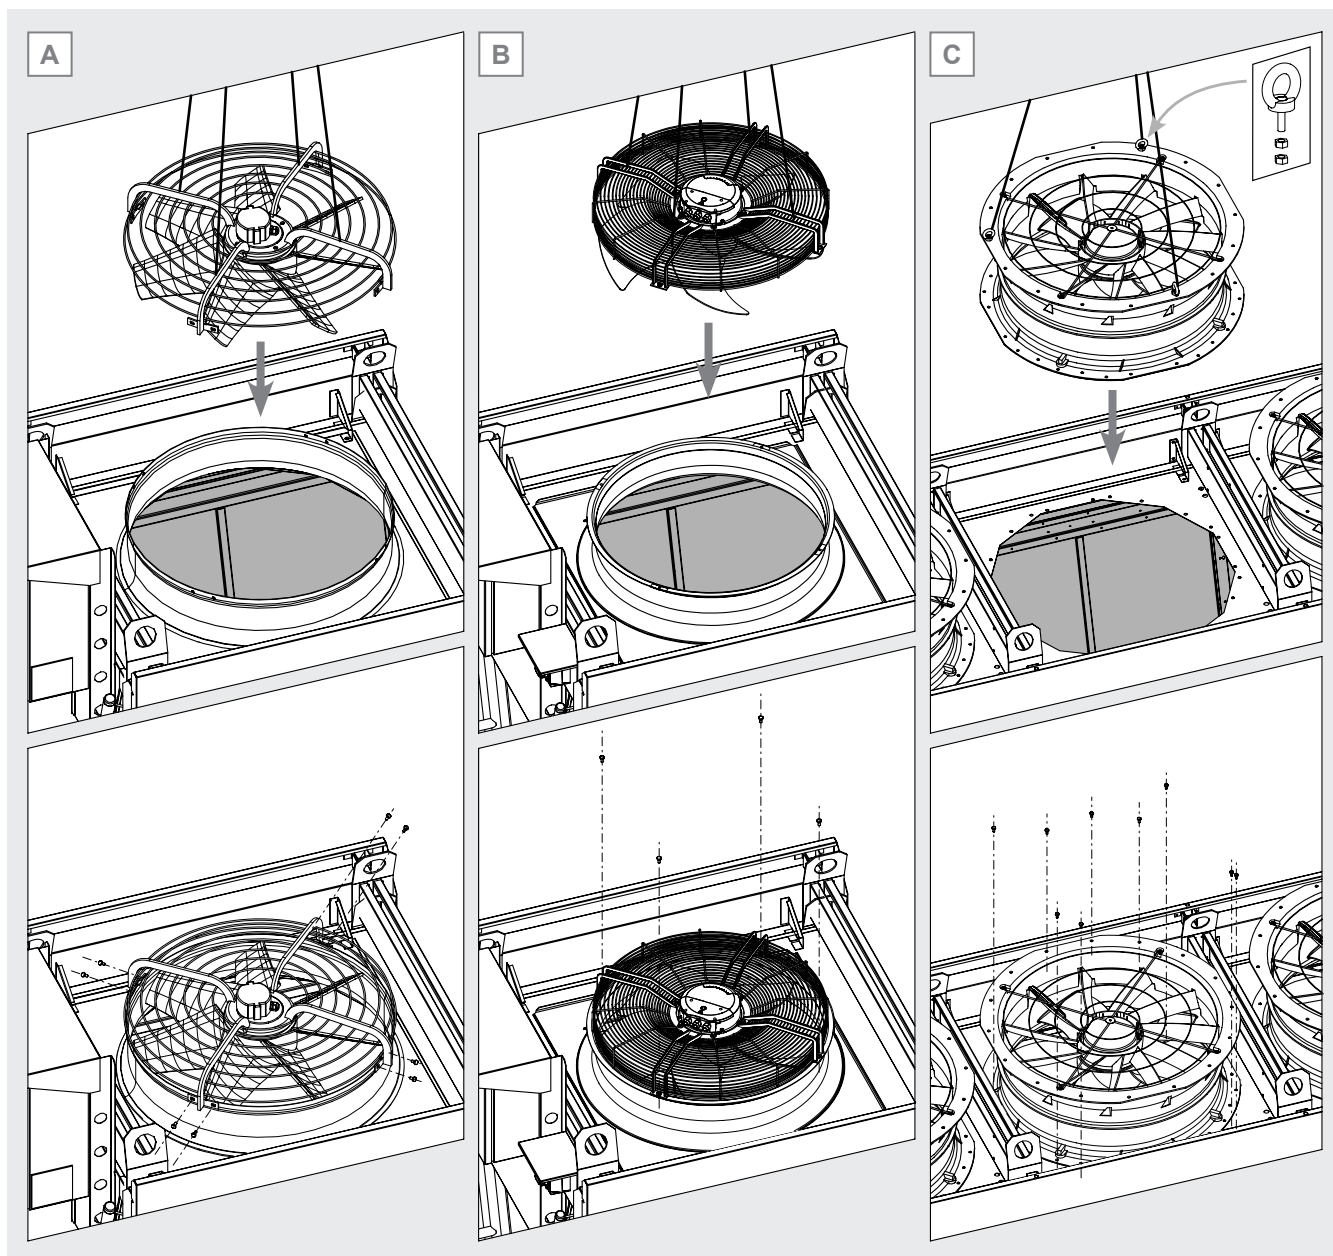
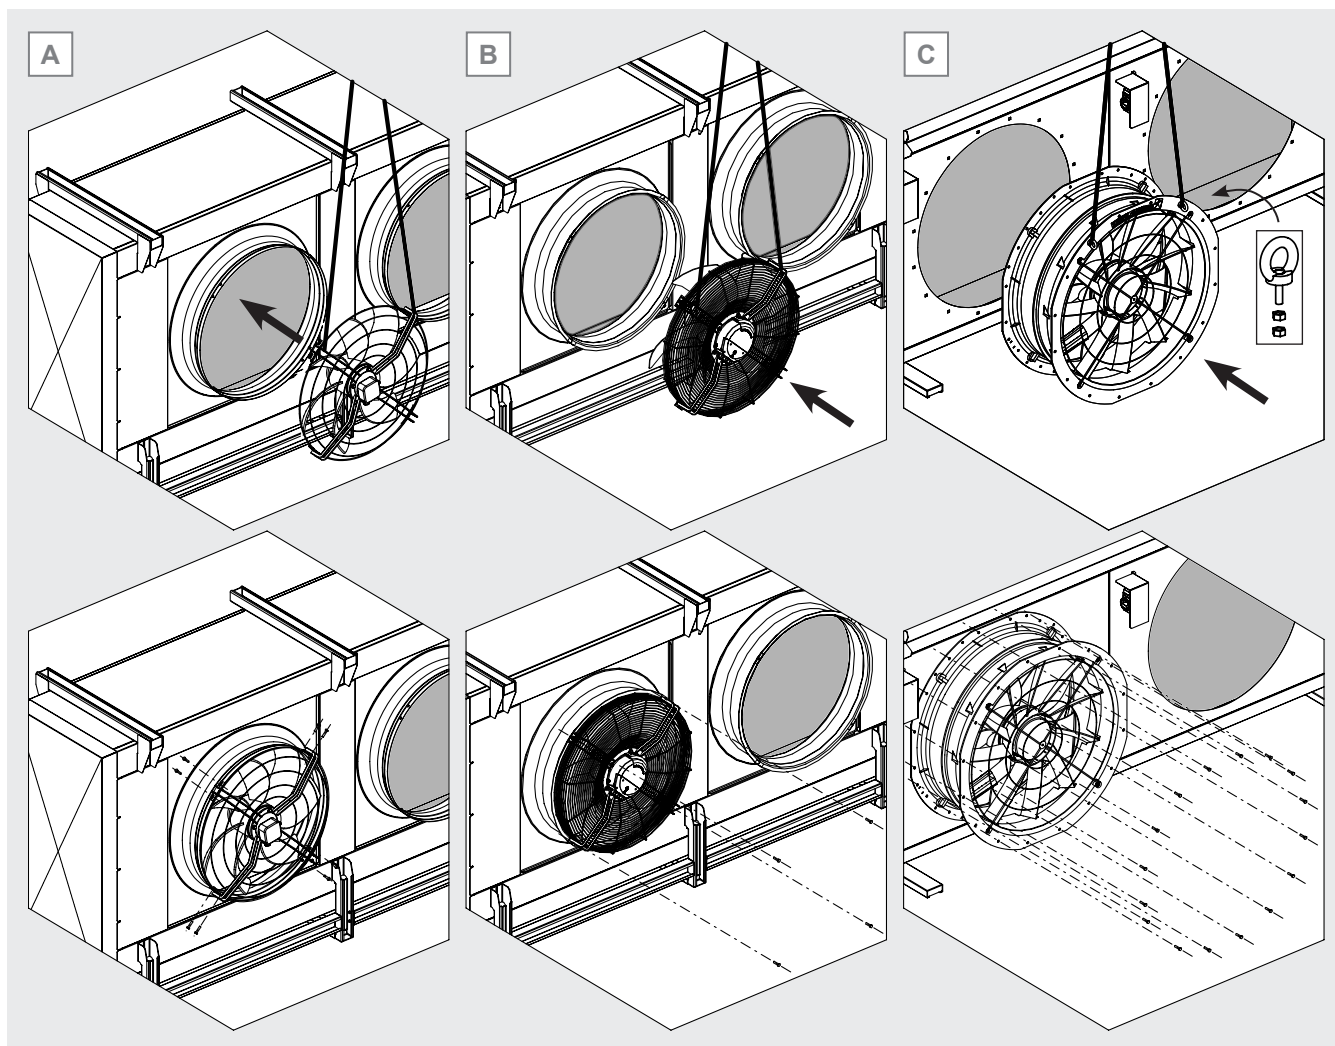

Figura 2
Figura 3
- 2.9.1 Motoventilador de montaje radial y planar: fije ganchos o correas de elevación a los brazos de la rejilla del ventilador. Ver Figura 2 A y B, Figura 3 A y B.
- para un modelo con flujo de aire vertical, fije al menos 3 cáncamos de elevación con tuerca y contratuerca a la brida superior del ventilador. Los cáncamos deben estar distribuidos uniformemente (por ejemplo, 120° si no hay 3 cáncamos). Fije ganchos o correas a los cáncamos de elevación. Véase la Figura 2 C.
- para un modelo con flujo de aire horizontal, fije al menos 2 cáncamos de elevación con tuerca y contratuerca a la brida superior del ventilador. Los cáncamos deben estar distribuidos uniformemente. Fije ganchos o correas a las armellas de elevación. Véase la Figura 3 C.